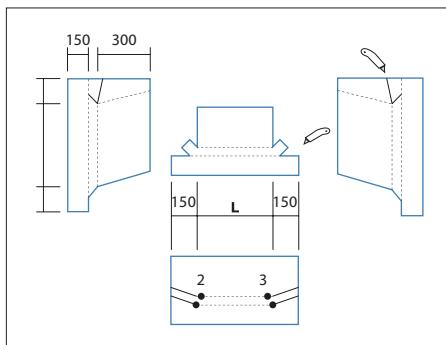

Рис. 21
В местах стыков ската кровли со стенами (рис. 21) набивается треугольная рейка (1), на которую заводится рядовая черепица (4). В качестве треугольной рейки может быть использован деревянный брус 50x50 мм, распущенный по диагонали, либо обычный деревянный плинтус (1). Если поверхность вертикальной стены кирпичная, то ее необходимо предварительно оштукатурить и праймировать. Поверх рядовой черепицы монтируются полосы ендового ковра ТехноНИКОЛЬ (5) шириной не менее 500 мм с проклейкой битумной мастикой ТехноНИКОЛЬ (мастика наносится на всю тыльную поверхность выкройки ендового ковра). На стену полоса заводится не менее чем на 300 мм, а в климатических зонах с повышенными снеговыми нагрузками эта ве-